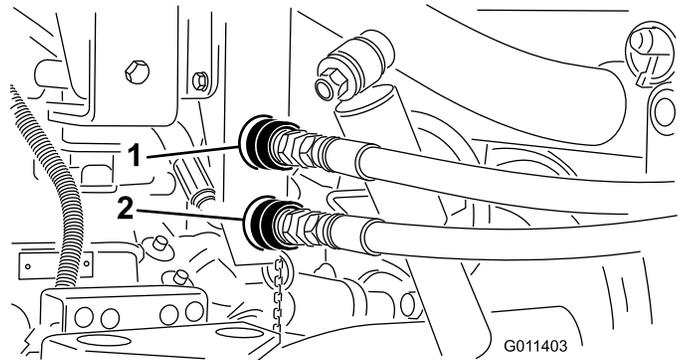

Bild 17
3. Wischen Sie die Topdresser-Schnellkupplungen (Bild 17) vor dem Anschließen ab, um Schmutzrückstände zu entfernen. Verschmutzte Kupplungen können die Hydraulikanlage verunreinigen. Schließen Sie beide
Hinweis: Die in Bild 17 dargestellten Kupplungen sind von Fahrzeugen mit Seriennummern kleiner als 239999999.